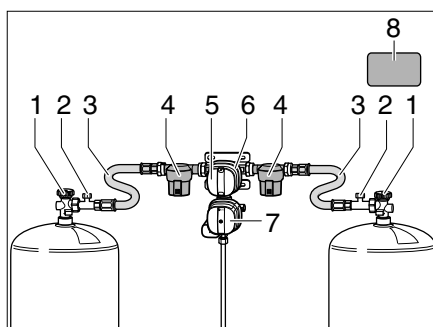
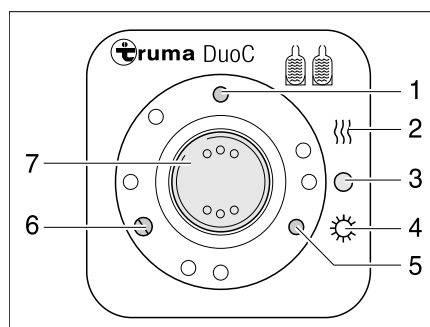
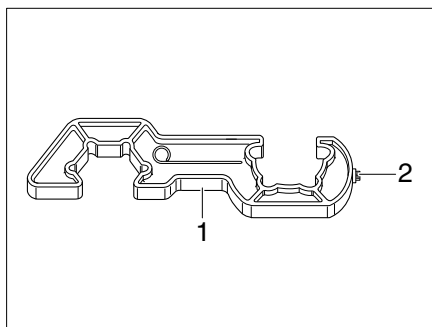
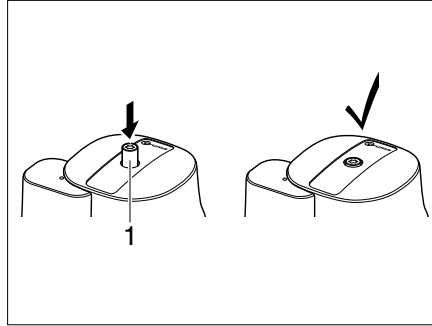

Fig. 81 Dispositif de commutation DuoControl
Fig. 82 Unité de commande
Fig. 84 Dispositif de vissage
Fig. 85 Crash-Sensor
Le dispositif de commutation DuoControl est constitué d'une robinetterie de commutation (Fig. 81,6) et de l'unité de commande (Fig. 82). La robinetterie de commutation est montée entre les flexibles de gaz (Fig. 81,3). Avec le bouton rotatif (Fig. 81,5) sur la robinetterie de commutation, on peut déterminer laquelle des bouteilles de gaz est la bouteille de service et quelle bouteille de gaz est utilisée comme bouteille de réserve.
La robinetterie de commutation (Fig. 81,6) est équipée de l'installation de dégivrage du régulateur EisEx. On évite ainsi des dérangements de l'installation de gaz en hiver.
Avant la robinetterie de commutation se trouvent de chaque côté un filtre à gaz (Fig. 81,4), lequel protège l'installation de gaz de l'encrassement par l'huile et des impuretés.
Seules les fonctions électriques peuvent être commandées sur l'unité de commande (Fig. 82). Les robinets principaux des bouteilles de gaz (Fig. 81,1) doivent être ouverts manuellement.
Lorsque le voyant de contrôle vert (Fig. 82,6) est allumé, la bouteille de service est pleine. Lorsque le voyant de contrôle rouge (Fig. 82,5) est allumé, la bouteille de service est vide. L'alimentation en gaz se fait alors via la bouteille de réserve.
- Ouvrir les robinets principaux (Fig. 81,1) sur les bouteilles de gaz.
- Avec le bouton rotatif (Fig. 81,5) situé sur la robinetterie de commutation (Fig. 81,6), sélectionner la bouteille de gaz à partir de laquelle le gaz sera utilisé principalement (bouteille de service). Toujours tourner le bouton rotatif à fond.
- Mettre le commutateur à bascule (Fig. 82,7) sur "O" (Fig. 82,3). Le voyant de contrôle jaune (Fig. 82,1) s'éteint.
- Fermer les robinets principaux (Fig. 81,1) sur les bouteilles de gaz.
Les voyants de contrôle de l'unité de commande (Fig. 82,5 et 6) signalent à l'intérieur du véhicule si la bouteille de gaz est en état de marche.
Lorsque le voyant de contrôle vert (Fig. 82,6) s'éteint pendant le fonctionnement et que le voyant de contrôle rouge (Fig. 82,5) s'allume, la bonbonne de gaz sélectionnée comme bouteille de service est vide et doit être remplacée. La bouteille de réserve alimente les appareils à gaz.
- ▷ Pour visser et dévisser les flexibles à haute pression, utiliser le dispositif de vissage (Fig. 84,1) fourni. Il assure le couple de serrage requis et prévient l'endommagement du raccord vissé par l'utilisation d'un outil incorrect.
- Fermer le robinet principal (Fig. 81,1) sur la bouteille de gaz vide.
- Dévisser le flexible à haute pression (Fig. 81,3) de la bouteille de gaz à l'aide du dispositif de vissage (Fig. 84).
- Raccorder la bouteille de gaz pleine au flexible à haute pression (Fig. 81,3).
- Ouvrir le robinet principal (Fig. 81,1) sur la bouteille de gaz.
- Tourner le bouton rotatif (Fig. 81,5) de la robinetterie de commutation (Fig. 81,6) d'un demi-tour de manière à ce que la bouteille remplacée serve de bouteille de réserve.
- Appuyer sur le bouton (Fig. 81,2) de la sécurité de rupture de flexible sur le tuyau flexible haute pression afin de l'activer.
- Le cas échéant, appuyer sur le bouton de réinitialisation (Fig. 85,1) sur le Crash-Sensor.
- ▶ Tenir compte de l'autocollant de sécurité (Fig. 81,8) sur le compartiment à gaz.
- Avec le Torx T20 (Fig. 84,2), enfoncer le bouton de déverrouillage (Fig. 85,1) sur le dispositif de vissage, tourner légèrement dans le sens des aiguilles d'une montre et maintenir pendant 5 secondes. Le Crash-Sensor est prêt à fonctionner lorsque le bouton de déverrouillage (Fig. 85,1) reste en position abaissée.
- Après le remplacement de la bouteille de gaz, appuyer avec force sur le bouton vert (Fig. 81,2) sur le flexible à haute pression (Fig. 81,3).